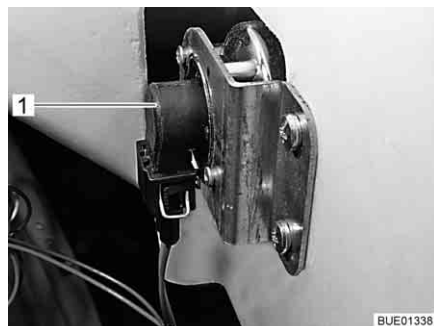

Fig. 257 Indicatore di direzione
- Afferrare dietro il supporto lampada (Fig. 257,1).